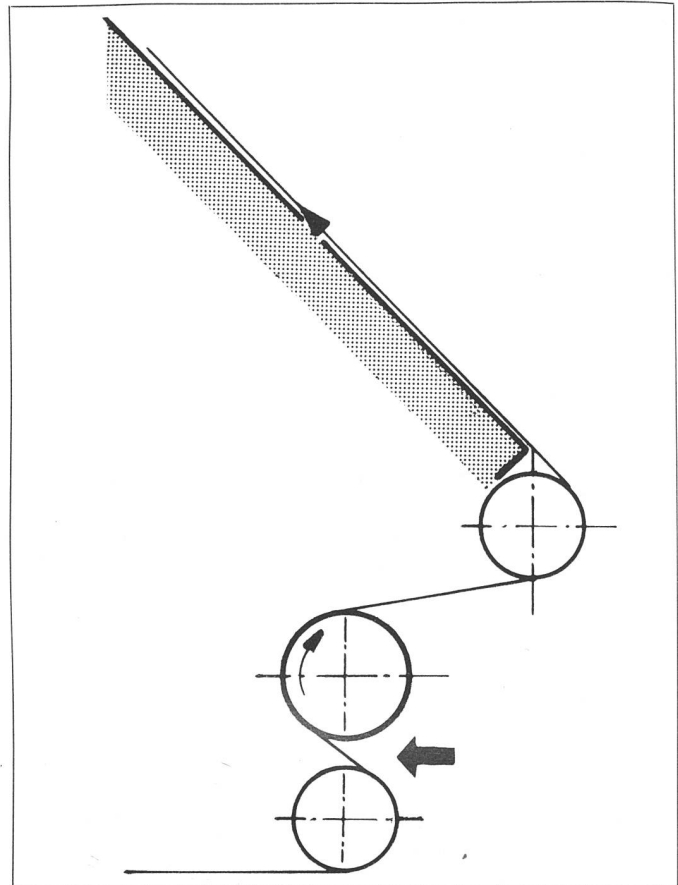

Bild 8 Schautisch
- Bild 8 zeigt einen Schautisch mit schräg gestellter Tischplatte. Darunter ist eine gummierte Antriebswalze und in einem Abstand von nur 2 cm eine Umlenkwalze angeordnet. Beim Rückwärtslauf kam es unterhalb der Tischplatte zum Auffalten der Stoffbahn. Dies veranlasste die Arbeiterin, mit